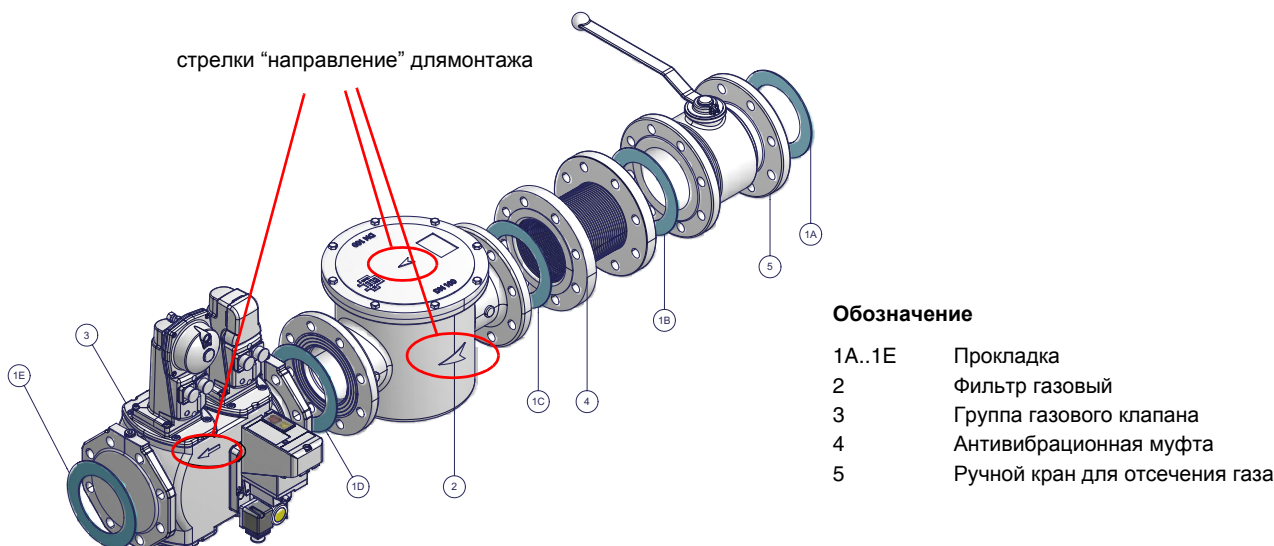

Рис. 6 - Пример газовой рампы
- 1 - б) при фланцевых соединениях: между соседними компонентами устанавливать прокладку (1A..1E - Рис. 6), совместимую с используемым газом,
**ВНИМАНИЕ:** после монтажа газовой рампы согласно схеме на Рис. 6, необходимо провести тестирование на герметичность газового контура, согласно требований действующих нормативов.
**⚠ ВНИМАНИЕ:** после монтажа газовой рампы согласно схеме на Рис. 6, необходимо провести тестирование на герметичность газового контура, согласно требований действующих нормативов.